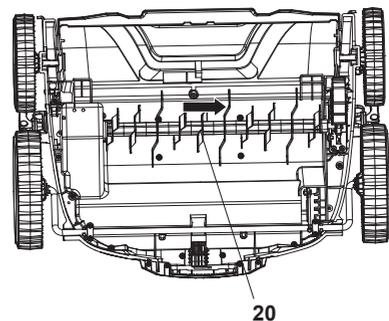

Fig. 8
3. Trage tamburul scarificatorului (preasamblat) (20) pentru a-l scoate din butuc (Fig. 8), apoi scoate-l trăgând în lateral.